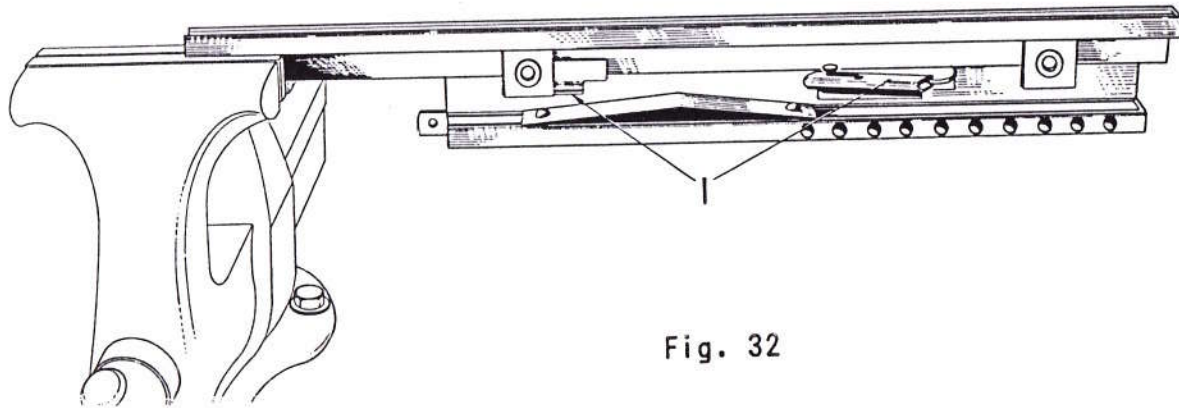
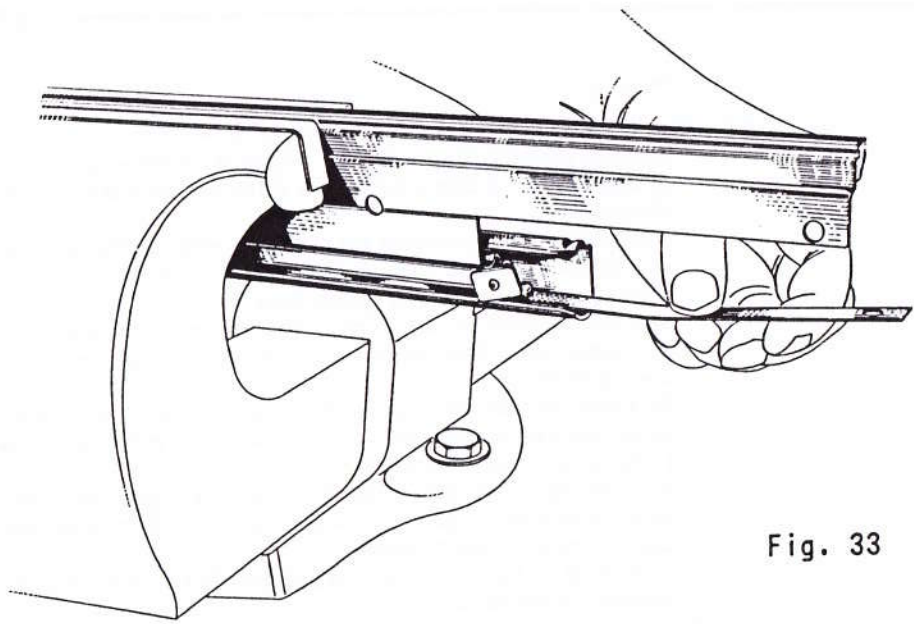

Fig. 32
Fig. 33
- 8) **Pose de la glissière mobile de réglage - (Fig. 32) :**
- Présenter la glissière mobile sur le rail, le levier de réglage face au 7ème trou, de façon à ce que la butée de la glissière mobile se trouve placée entre les deux butées fixes (1).
- A l'extrémité arrière de la glissière, engager la cage et une bille, puis l'autre bille (Fig. 33) - (cambrer la cage à billes avant montage). Vérifier le fonctionnement.